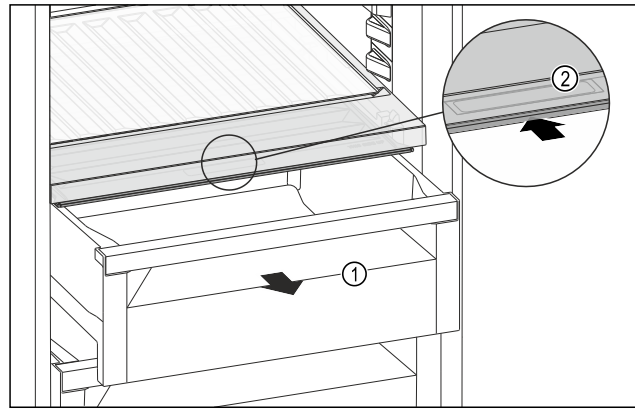

Fig. 148
- ▶ Schubfach Fig. 148 (1) herausziehen.
- ▶ Griffmulde Fig. 148 (2) am Fachdeckel anfassen und Fachdeckel gleichzeitig nach hinten schieben.